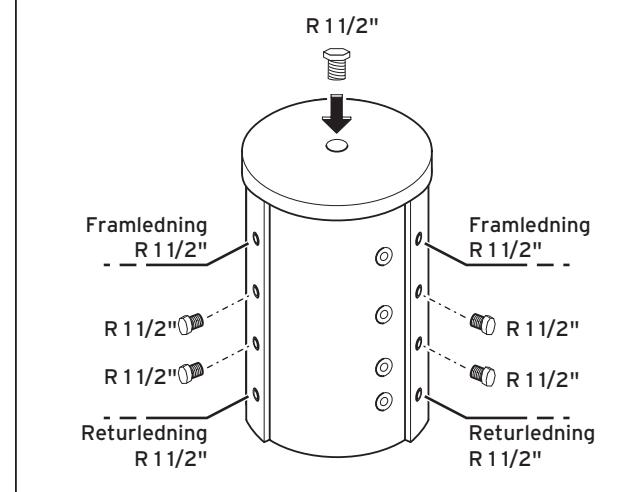
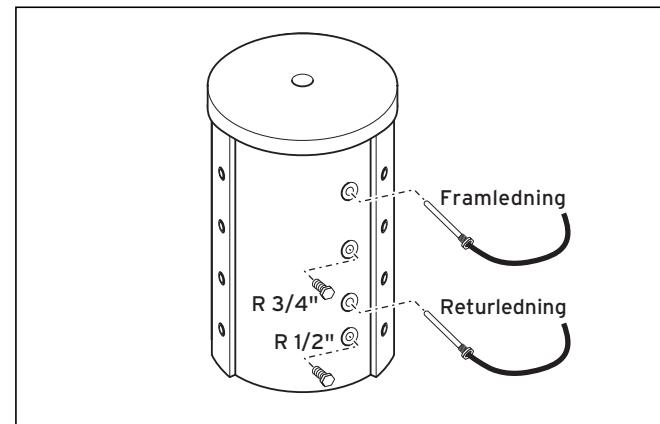

Bild 5.1 Vattenanslutningar och pluggar
Bild 5.2 Anslutning för temperaturgivare och plugg
- Tillslut anslutningarna som inte behövs med passande pluggar, se bild 5.1 och bild 5.2.
- Anslut vattenanslutningarna enligt bild 5.1.